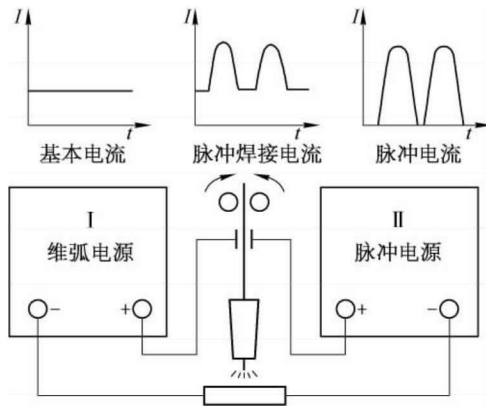

图 1-4 脉冲氩弧焊电源示意图
3) 钨极脉冲氩弧焊 如果在熔化极氩弧焊(MIG)或非熔化极氩弧焊(TIG)电源中加入脉冲装置,使焊接电流有规则的变化,即获得脉冲电流,用脉冲电流进行氩弧焊时称为钨极脉冲氩弧焊,通常用来焊接较薄的焊件。脉冲氩弧焊电源示意图如图 1-4 所示。